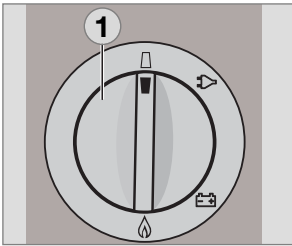

Abb. 33
- Stellen Sie den Energiewahlschalter (1) auf Position "**AUS**". Das Gerät ist abgeschaltet (Abb. 33).